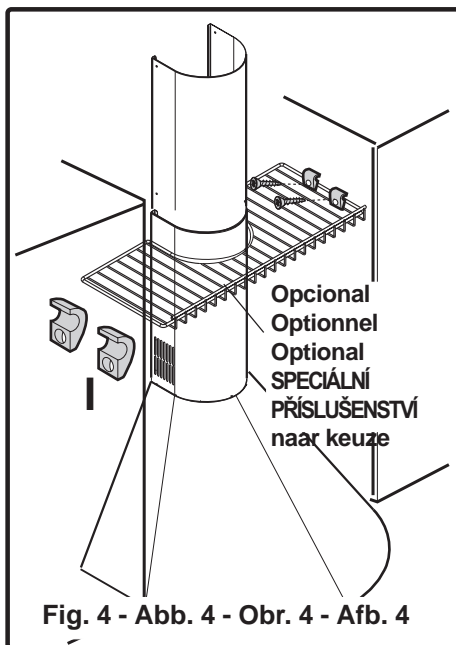

Fig. 4 - Abb. 4 - Obr. 4 - Afb. 4
- Fixer les quatre supports latéraux I à la hauteur souhaitée sur les éléments hauts adjacents, puis posez l'étagère sur les supports (fig. 4).